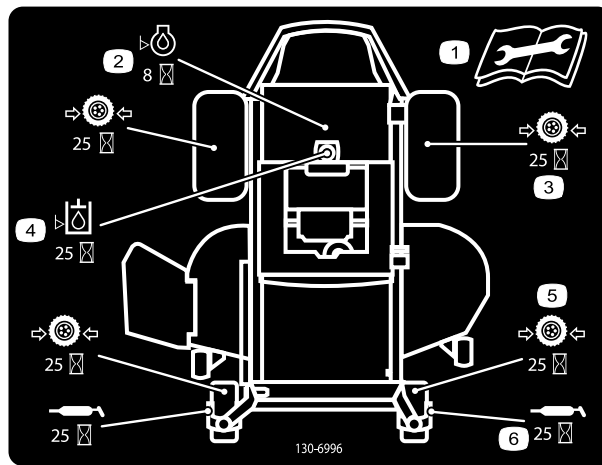

Figure 28
3. Nettoyez les graisseurs (Figure 28 et Figure 29) à l'aide d'un chiffon. Grattez la peinture qui pourrait se trouver sur le devant des graisseurs.
4. Raccordez une pompe à graisse à chaque graisseur (Figure 29 et Figure 28). Injectez de la graisse dans les graisseurs jusqu'à ce qu'elle commence à sortir des roulements.